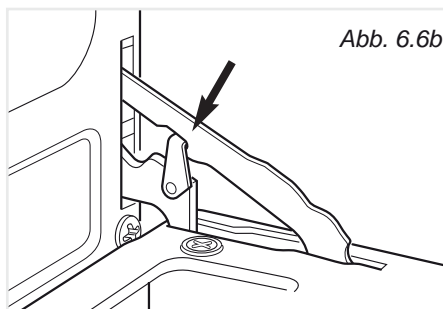

Abb. 6.6b
2. Haltebügel der Scharniere links und rechts nach oben in die Aussparung schwenken (abb. 6.6b).